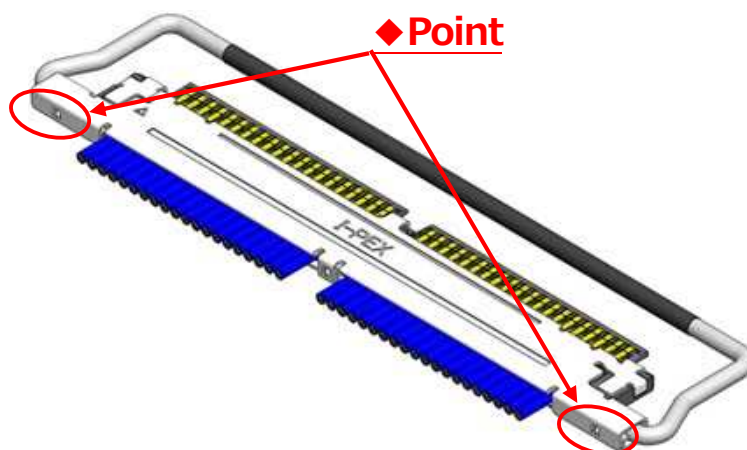

Fig.9 SHELL-AとSHELL-Bの半田付け部
④ SHELL-AとSHELL-Bを半田コテにて全箇所半田付けする。(Fig.9◆部)